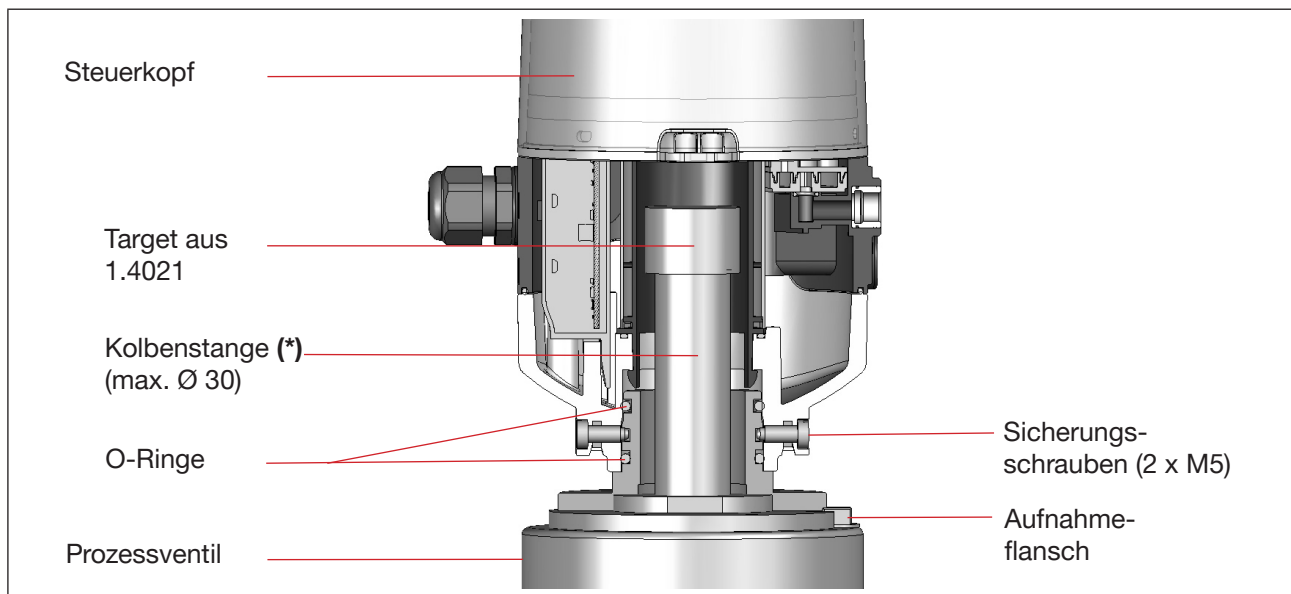

Bild 10: Prinzipdarstellung der Adaption Steuerkopf - Prozessventil
- Aufnahmeflansch auf dem Prozessventil befestigen - siehe „Bild 10“. Dabei die Zentrierung und die Abdichtungsbedingungen beachten!
- Steuerkopf mit den zwei Sicherungsschrauben (Ansatzschrauben M5) in der mittleren Nut des Aufnahmeflansches gegen das Abziehen vom Aufnahmeflansch sichern - Anzugsdrehmoment: max. 3,2 Nm (siehe „Bild 10: Prinzipdarstellung der Adaption Steuerkopf - Prozessventil“ und „7.2.3 Neuausrichten des Steuerkopfes“).
- Die Sicherungsschrauben (Ansatzschrauben M5 - siehe „Bild 10“) etwas lösen, bis der Schraubenkopf mit seiner Unterseite bündig zur Gehäuseoberfläche ist.